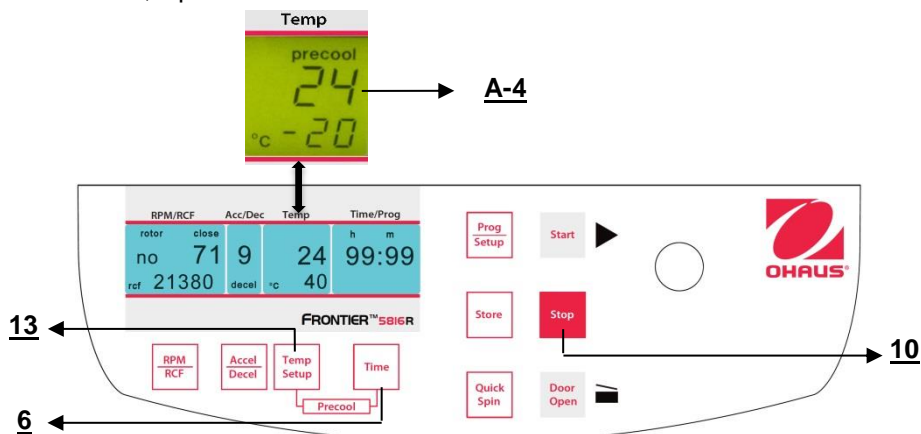

Figura 20
Se i campioni sono sensibili alla temperatura, è utile preraffreddare la centrifuga, il rotore e in ultimo i contenitori alla temperatura di funzionamento necessaria. Perciò, inserire il rotore desiderato e preimpostare la rispettiva temperatura. Si avvia il ciclo premendo simultaneamente i tasti **"Temp/Setup"** (13) (fare riferimento alla figura 20) e **"Time"** (6). Durante il funzionamento, il gruppo sceglie automaticamente una velocità di rotazione equivalente al 20% della velocità di rotazione del rispettivo rotore. Dopo aver raggiunto la temperatura preimpostata, è possibile lasciare il ciclo di preraffreddamento con il tasto **"Stop"** (10).